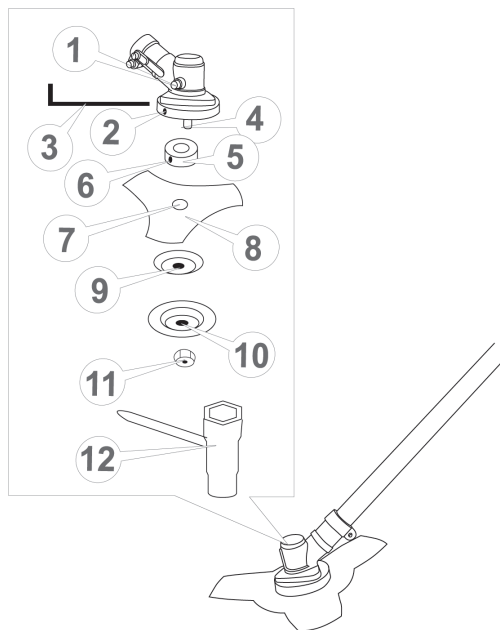
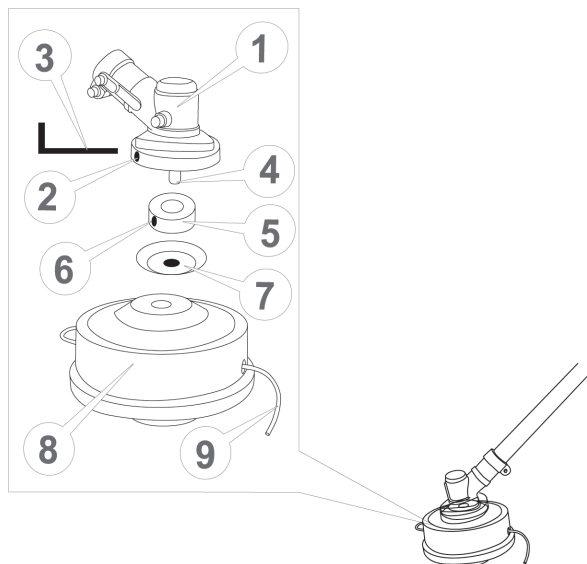

Рисунок 5. Схема встановлення різального ножа.
Рисунок 6. Схема встановлення різальної головки із жилкою.
- вставити шестигранний ключ (3 рис. 5) або викрутку в стопорний отвір (2, рис. 5) редуктора, фіксуючи таким способом вал від провертань;
- відкрити за допомогою накидного ключа (12, рис. 5) верхню фіксувальну гайку лівої нарізки (11, рис. 5), зняти її, після чого зняти захисну кришку тарілчастої форми (10, рис. 5) та шайбу тарілчастої форми (9, рис. 5), залишаючи на шпинделі (4, рис. 5) приводну шайбу-перехідник (5, рис. 5);
- поверх приводної шайби вкласти різальний ніж (8, рис. 5) таким чином, щоб посадковий уступ приводної шайби (5, рис. 5) увійшов у посадковий отвір ножа (7, рис. 5);
- поверх ножа по чергово встановити на шпиндель редуктора шайбу тарілчасту (9, рис. 5), захисну кришку (10, рис. 5) і надійно закріпити гайкою лівої нарізки (11, рис. 5) за допомогою накидного ключа (12, рис. 5);
- витягнути ключ (3, рис. 5) із стопорного отвору (2, рис. 5) редуктора (1, рис. 5).
Фіксуюча гайка (11, рис. 5) має ліву нарізку.
- вставити шестигранний ключ (3, рис. 6) або викрутку в стопорний отвір (2, рис. 6) редуктора, фіксуючи таким чином вал від провертань;
- відкрутити за допомогою накидного ключа (12, рис. 5) верхню фіксувальну гайку лівої нарізки (11, рис. 5), зняти її, після чого зняти захисну кришку (10, рис. 5), залишаючи на шпинделі (4, рис. 6) приводну шайбу (5, рис. 6) та шайбу тарілчастої форми (7, рис. 6);
- поверх шайби тарілчастої форми накрутити різальну головку із жилкою (8, 9, рис. 6);
- витягнути шестигранний ключ (3, рис. 6) або викрутку із стопорного отвору (2, рис. 6) редуктора (1, рис. 6).